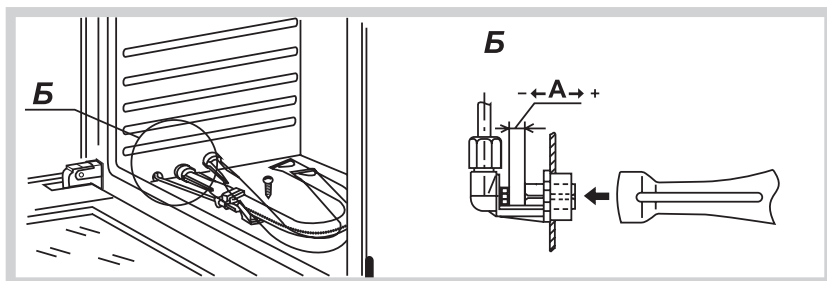

Рис.19
- Выкрутить шуруп и достать горелку из корпуса сопла (рис. 19).